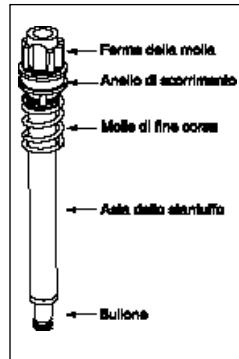

Fig. 6
15. I gruppi pistone/ammortizzatore vengono installati inserendo il gruppo dall'alto all'interno del tubo superiore. Vedere le figure 6 e 7 per l'orientamento delle parti per il gruppo pistone (lato destro) e stelo ammortizzatore (lato sinistro). Avvitare il bullone pistone/ammortizzatore con una chiave a brugola da 6 mm lunga 150 mm e una prolunga da 150 mm e serrare con 9 Nm.